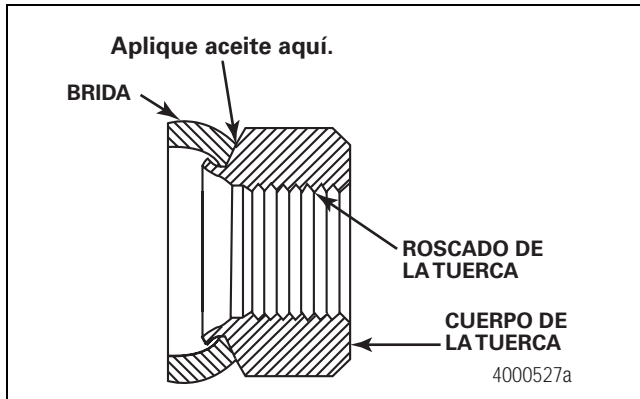

Figura 6.31
9. Añada dos gotas de aceite entre el cuerpo y la brida de las tuercas de los pernos. No aplique más de dos gotas de aceite. Figura 6.31.